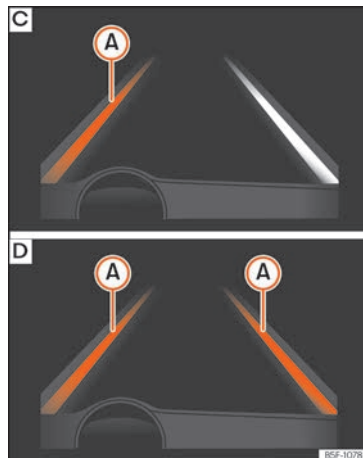

Abb. 268 Im Display des Kombiinstrumentes: Anzeige im Display des Spurhalteassistenten (Beispiel 2).
- System arbeitet; die hervorgehobene Linie (A) zeigt an, dass die Gefahr einer unabsichtlichen Überschreitung der Begrenzungslinie bestand. Das System korrigiert über die Lenkung die Fahrtrichtung » **Abb. 268 C**.
- Die beiden hervorgehobenen Linien (A) leuchten gleichzeitig auf, wenn beide Begrenzungslinien erkannt sind und die Funktion adaptive Spurführung » **Abb. 268 D** eingeschaltet ist.